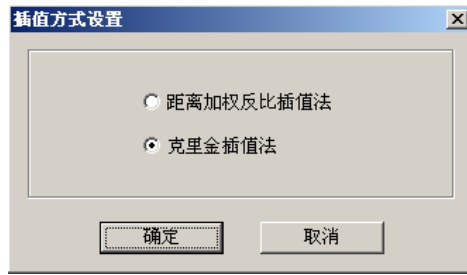

图 4-26 插值方式设置
7、差值方式设置：鼠标左键或右键单击右侧的图示区，调出右键菜单，从中选择“模式设置”，弹出设置对话框如图 4-26 所示，设置图形创建过程中采用的差值算法，其中的“距离加权反比差值法”相对于“克里金差值法”计算速度较快，但效果较差。两种差值法的具体含义这里不再作深入分析，有兴趣的朋友可以查阅相关资料。